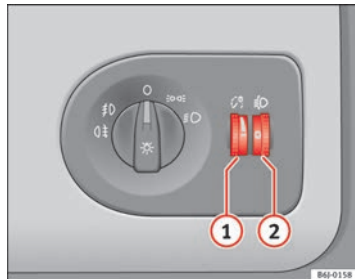

Abb. 55 Ausschnitt aus der Instrumententafel: Regler für die Instrumenten-/Schalterbeleuchtung und Leuchtweitenregulierung
Bei eingeschaltetem Licht lässt sich die Helligkeit der Instrumenten- und Schalterbeleuchtung durch Drehen des Rändelrades ⇒ Abb. 55 ① stufenlos regulieren.